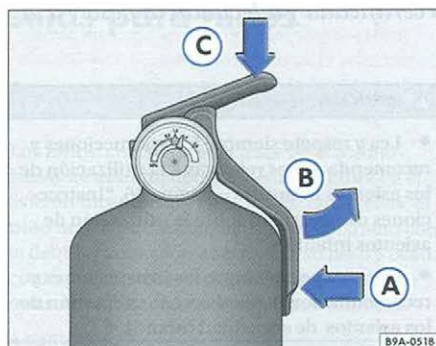

Fig. 25 Secuencia de utilización del extintor de incendio
- Rompa el precinto de inviolabilidad ⇒ fig. 25 (A).
- Levante la palanca ⇒ fig. 25 (B) y apriete simultáneamente el gatillo ⇒ fig. 25 (C).